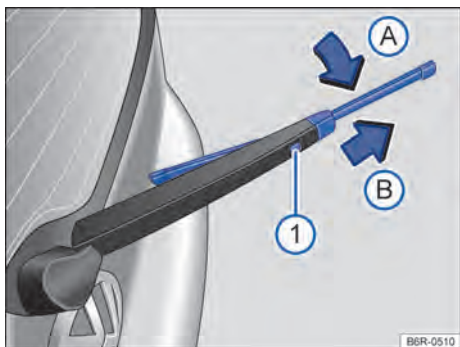

Fig. 112 Substituir a palheta do limpador do vidro traseiro.
- Manter o botão de destravamento → Fig. 112 ① pressionado.
- Virar a palheta do limpador do vidro na direção do braço do limpador → Fig. 112 (seta A) e, ao mesmo tempo, retirar no sentido da seta B. Para isso, poderá ser necessário um esforço um pouco maior.
- Introduzir a nova palheta do limpador do vidro traseiro **de mesmo tamanho e modelo** no braço do limpador do vidro traseiro no sentido contrário da seta → Fig. 112 B até que ela se trave. Para isso o braço do limpador deve estar na posição rebaixada (seta A).